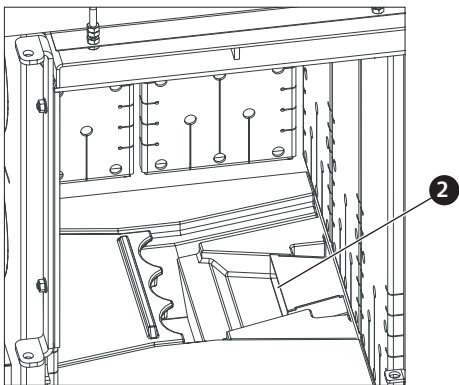

Fig. 70 Sortir les tablettes de combustion, contrôler les ouvertures d'air secondaire.
- ▶ Sortir les deux tablettes de combustion, aspirer la cendre et contrôler, ou dégager le cas échéant, les ouvertures d'air secondaire se trouvant en dessous – Fig. 70.